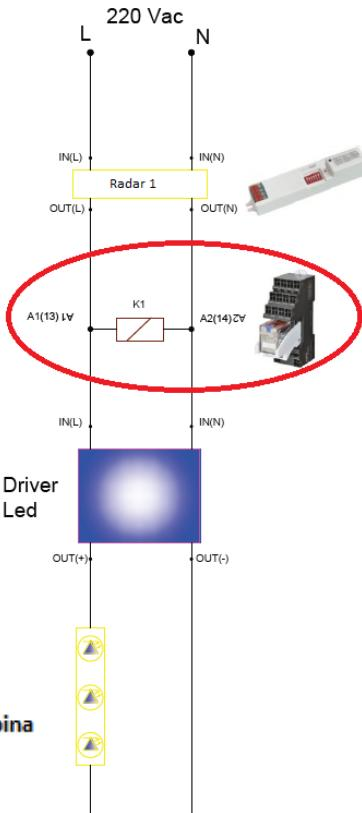

Fig. 3
III. A la salida del Radar 1, se conectará la bobina del relé OMRON suministrado, en las patillas A1(13) y A2(14) (Fig. 3).